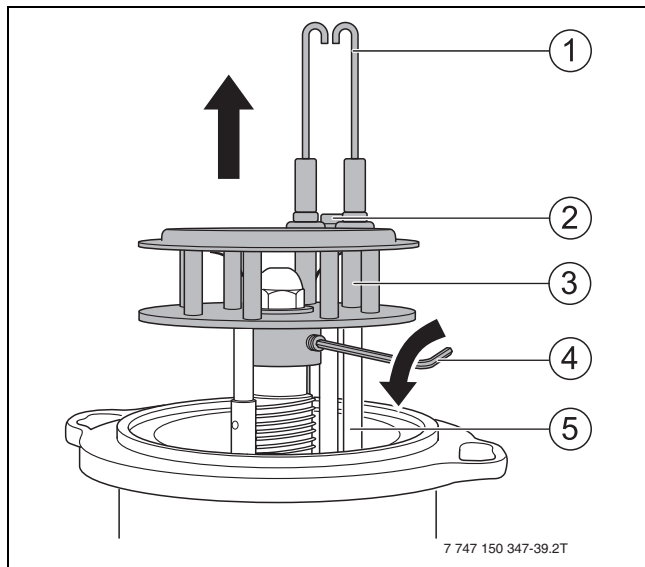

Bild 38 Mischsystem ausbauen
- Schraube (Bild 38, [2], Seite 25) zwischen den Zündelektroden lösen.
- Zündelektrode (Bild 38, [1], Seite 25) ausbauen.
- Mischsystem mit Gewindestift (→ Bild 38 [4], Seite 25) sichern.